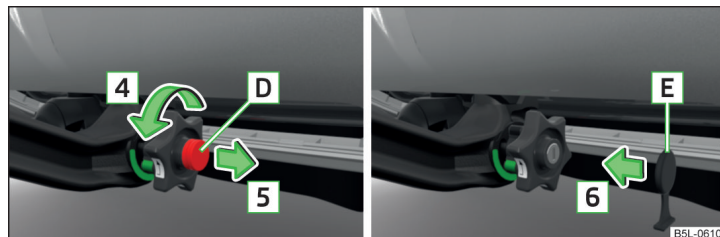

Fig. 147 Încuiăți încuietoarea și scoateți cheia / așezați capul încuietorii
- Încuiăți încuietoarea roțiței prin rotirea cheii **D** » fig. 147 până la limitator în sensul săgeții **4** și scoateți cheia în sensul săgeții **5**.